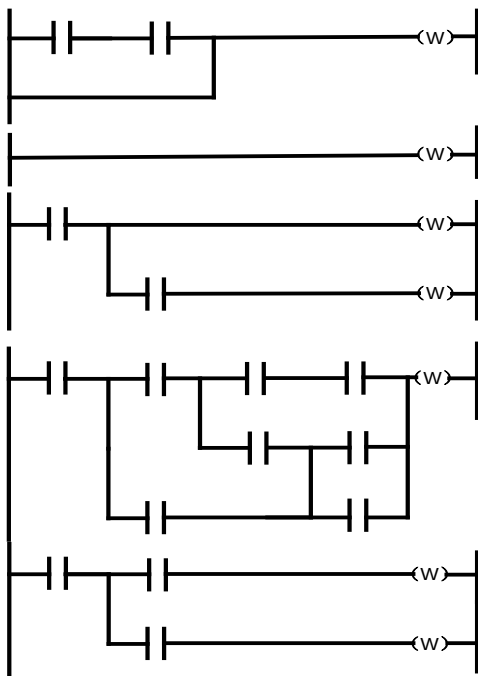

图 6-1
- 如图 6-1 所示的几种情况被视为语法错误，系统将报警。